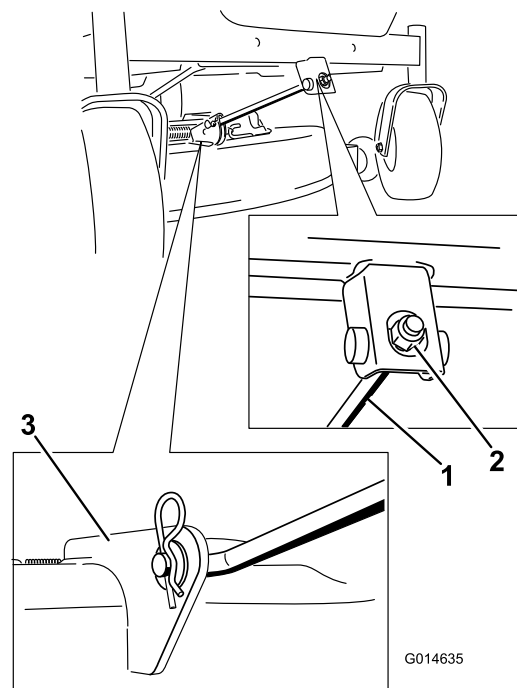

Figura 65
4. Retire la chaveta de la varilla de soporte delantera y retire la varilla del soporte de la carcasa (Figura 65).
6. Conecte la varilla de soporte delantera a la carcasa de corte con el pasador y la chaveta (Figura 65).